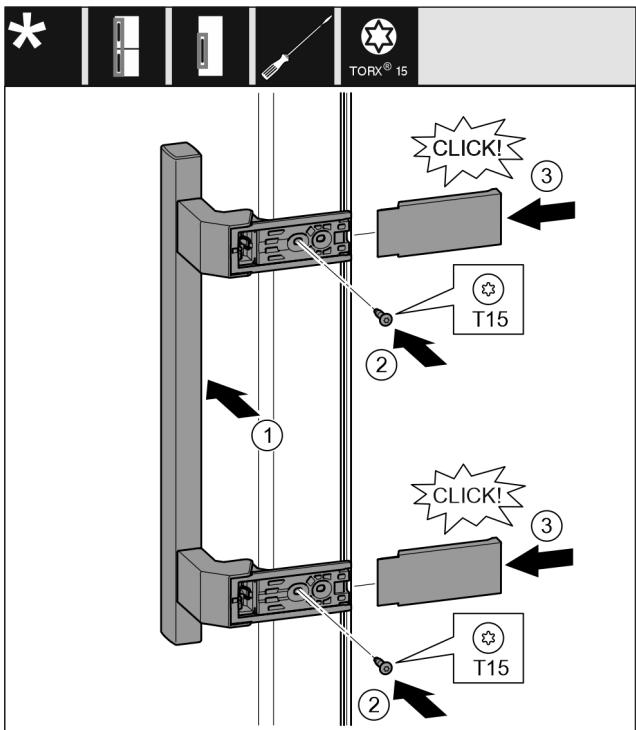

Fig. 15
- Vendosni dorezën në anën e kundërt. Fig. 15 (1)
- Mbërtheni fort vidat me një kaçavidë T15. Fig. 15 (2)
- Vendosni kapakët mbulues anash dhe shtyjini. Fig. 15 (3)